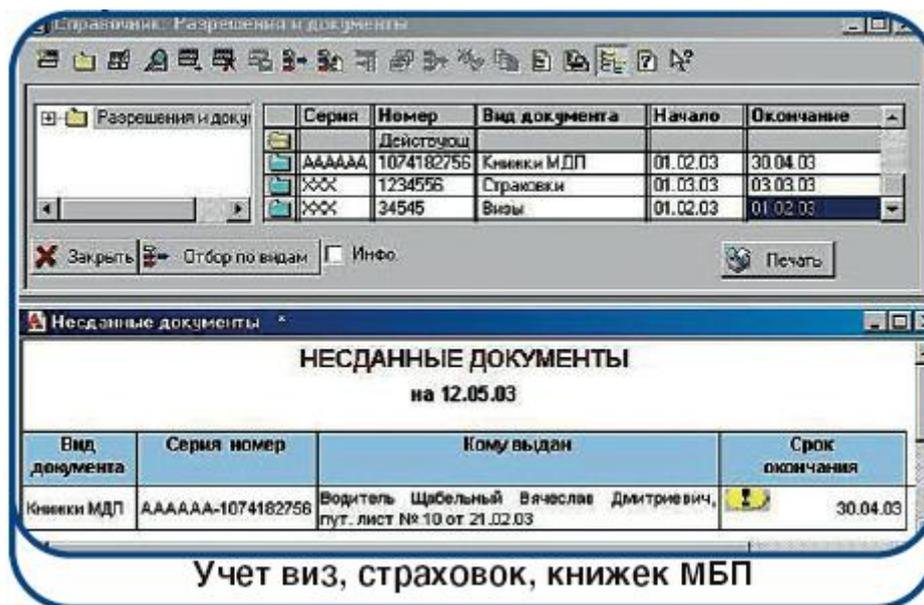

Рисунок 5.3 Учет виз, страховок, книжек МБП
- Регистрация и учет: страховки, визы, книжки МДП и прочие, см рис. 5.3;